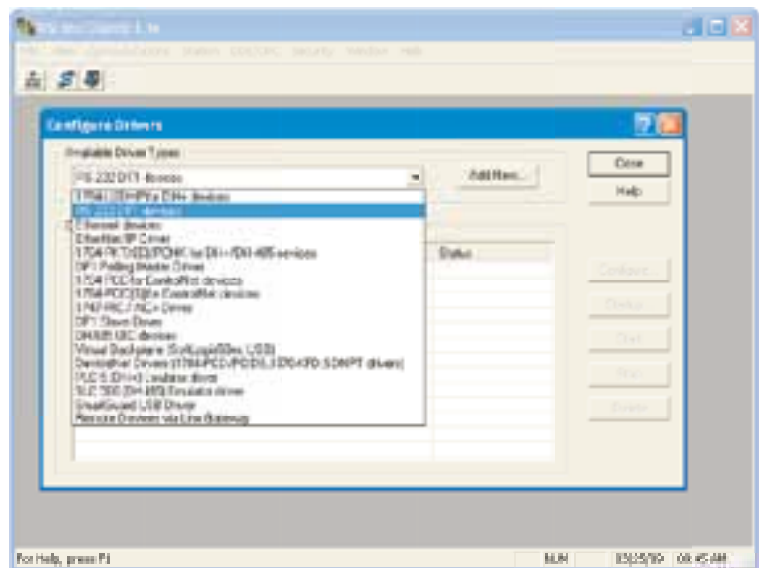

Figure 4.3.21d Configurer pilotes.
2. Cliquez sur "Communications" et sélectionnez "Configurer Pilotes". Lorsque la fenêtre "Configurer pilotes", sélectionnez "Dispositifs RS232 DF1" dans le menu déroulant "Types de pilotes disponibles" (figure 4.3.21d).